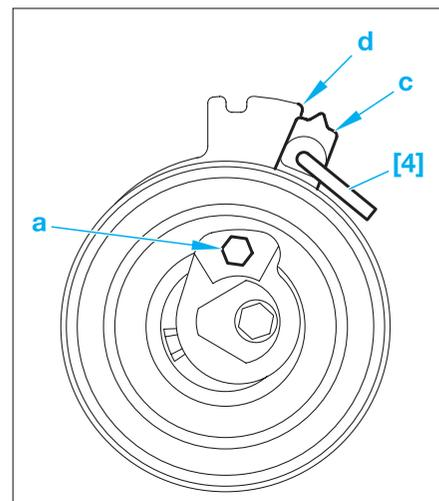

FIG. 15
- Tourner le galet tendeur à l'aide d'une clé 6 pans en "a" de manière à mettre en place l'index "c" en position "d" (Fig.15).